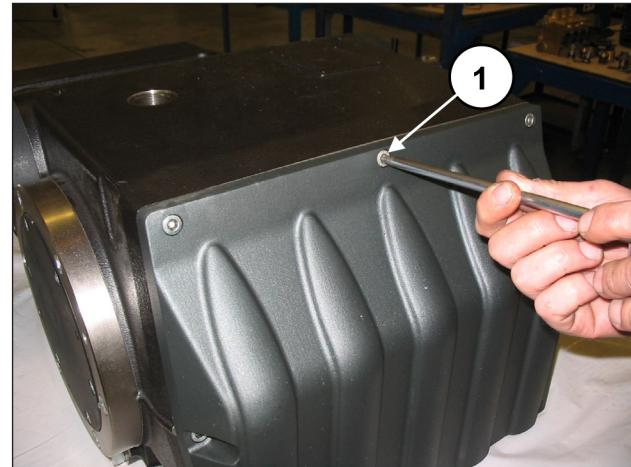

Fig. 9
Aflojar los tornillos de fijación de la tapa del cárter (pos. ①, Fig. 9) y desmontarla. Extraer la junta tórica y sustituirla si es necesario.